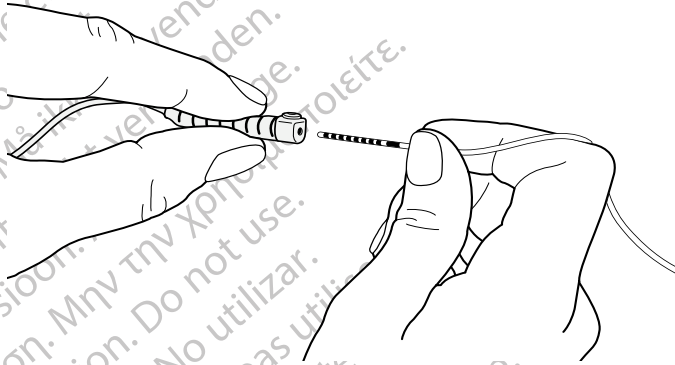

Рисунок 30. Возьмитесь за отведение для ГСМ и центр разъема удлинителя отведения перед введением
2. Возьмитесь за отведение для ГСМ рядом с фиксирующим рукавом одной рукой. Другой рукой возьмитесь за удлинитель в центре разъема удлинителя (Рисунок 30).